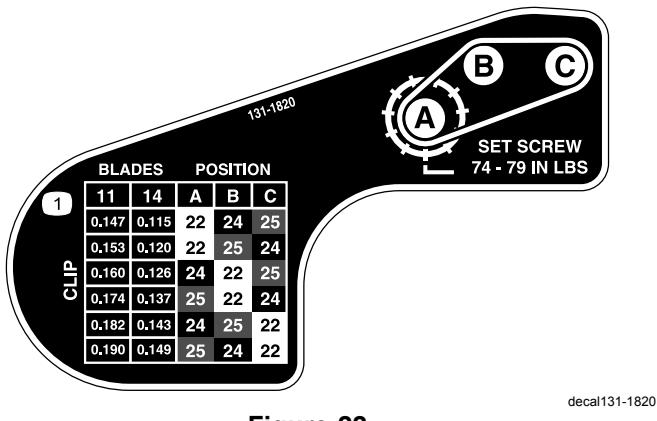

Figure 22
6. En vous aidant du tableau imprimé sur l'autocollant illustré à la Figure 22, déterminez le réglage de coupe voulu et les poulies qui devront être déplacées.
9. Posez chaque poulie selon la configuration indiquée sur l'autocollant (Figure 22).